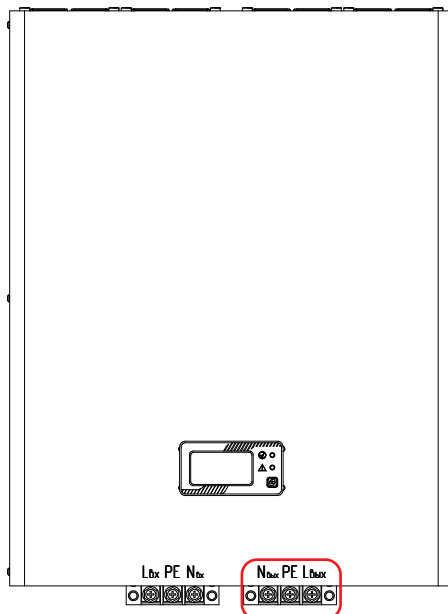

Рисунок 37. Стабилизаторы Штиль IS8000 и IS10000. Выводы «Выход N-PE-L»
- у моделей IS8000 и IS10000 к выводам «Выход N-PE-L» (**рисунок 37**);